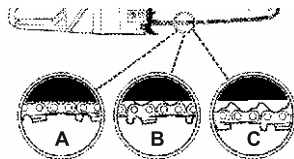

Рис.18
3. Немного ослабьте затяжку гайки **7** крышки **5** (см. рис. 1). Произведите регулировку натяжения цепи кольцом натяжителя цепи **6**, добиваясь, чтобы цепь заняла в направляющем пазе шины положение, представленное на рис. 18, **А**. Если к кольцу натяжителя, даже при наличии провиса цепи (см. рис. 18, **С**), приходится прикладывать значительное усилие, то необходимо еще немного ослабить затяжку гайки **7** крышки **5** (см. рис. 1).
- После регулировки натяжения цепи и одного распила (когда цепь и шина нагреются до рабочей температуры) необходимо проверить натяжение цепи. Нижняя ветвь цепи не должна провисать более чем, на ¼ высоты зуба направляющего звена (см. рис. 18, **В**). Если провис в норме – можно продолжать работу. Если больше нормы (см. рис. 18, **С**), то необходимо дать остыть цепи и шине и повторить процедуру регулировки натяжения цепи.